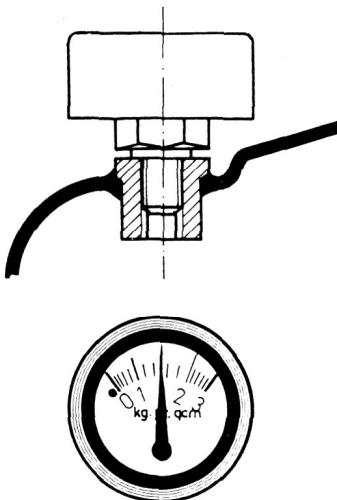

Fig 2
15. **Das Manometer** (Fig 2) zeigt den Druck im Behälter an. Um eine einwandfreie Funktion zu gewährleisten, muss 1,5 bar (kg/cm^2) Druck im Behälter sein.
Le manomètre (Fig 2) indique la pression dans le réservoir. Celle-ci doit être de 1,5 bar (kg/cm^2) pour garantir un fonctionnement impeccable de l'appareil.